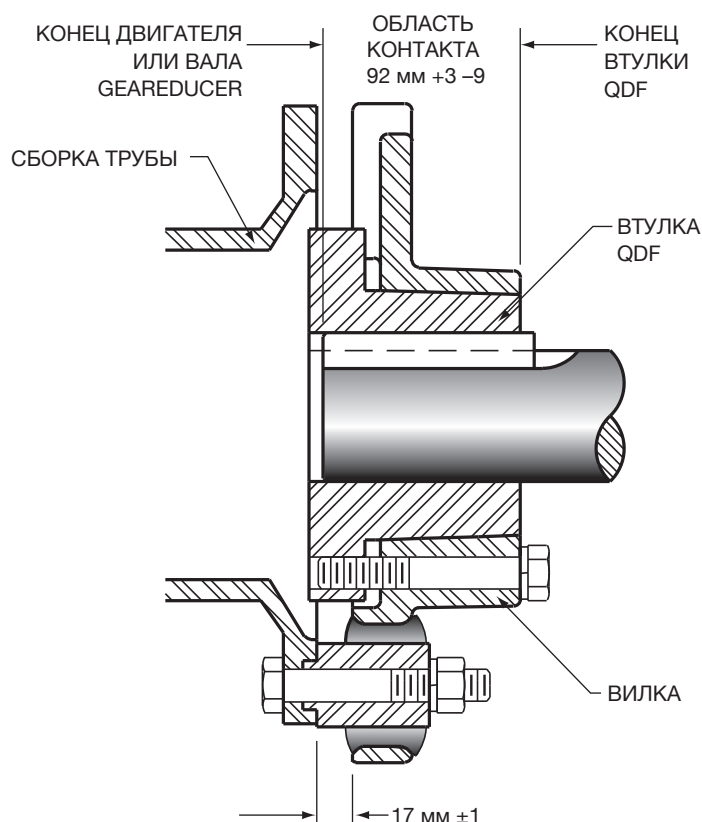

Рис. 2
- Начните установку с конца редуктора Geareducer, полностью надвинув вилку на входной вал. Вставьте шпонку наполовину в шпоночный паз и надвиньте втулку QDF на вал так, чтобы она прошла на 92 мм, см. рис. 2. Затяните установочный винт на шпонке до момента 27 Н м.
- Проверьте область контакта втулки двигателя на валу двигателя. Если втулка QDF выходит за конец вала, ослабьте винты с головками, крепящие втулку двигателя, и сдвигайте двигатель внутрь, пока фланец втулки QDF не окажется в допустимых пределах, или отрегулируйте положение всей сборки приводного вала, чтобы с обеих сторон область контакта была одинакова. См. **рис. 2**.
Перед продолжением следует устранить крупное смещение деталей. Предварительную проверку смещения можно провести, измеряя расстояния между приводным валом и фланцами вилки. При измерении в четырех точках расстояние должно составлять приблизительно 17 мм, см. рис. 2. В результате окончательной регулировки расстояние между смежными точками на фланцах сборки трубы и муфтой с каждой стороны не должно изменяться более чем на 13 мм после полного оборота. В продаже имеется **“Набор индикаторов выравнивания приводного вала”** компании Marley, который можно приобрести.
- Затяните все монтажные болты на двигателе и редукторе Geareducer и произведите повторную проверку. Зазор между внешней поверхностью фланца и внешней поверхностью вилки должен быть таким, как показано на **рис. 2**. Снимите циферблатный индикатор.
- Измерьте расстояние от края металлической вставки на гибкой втулке до поверхности кольцевого отверстия вилки. Расстояние должно составлять  $17 \pm 1$  мм, как показано на **рис. 2**.